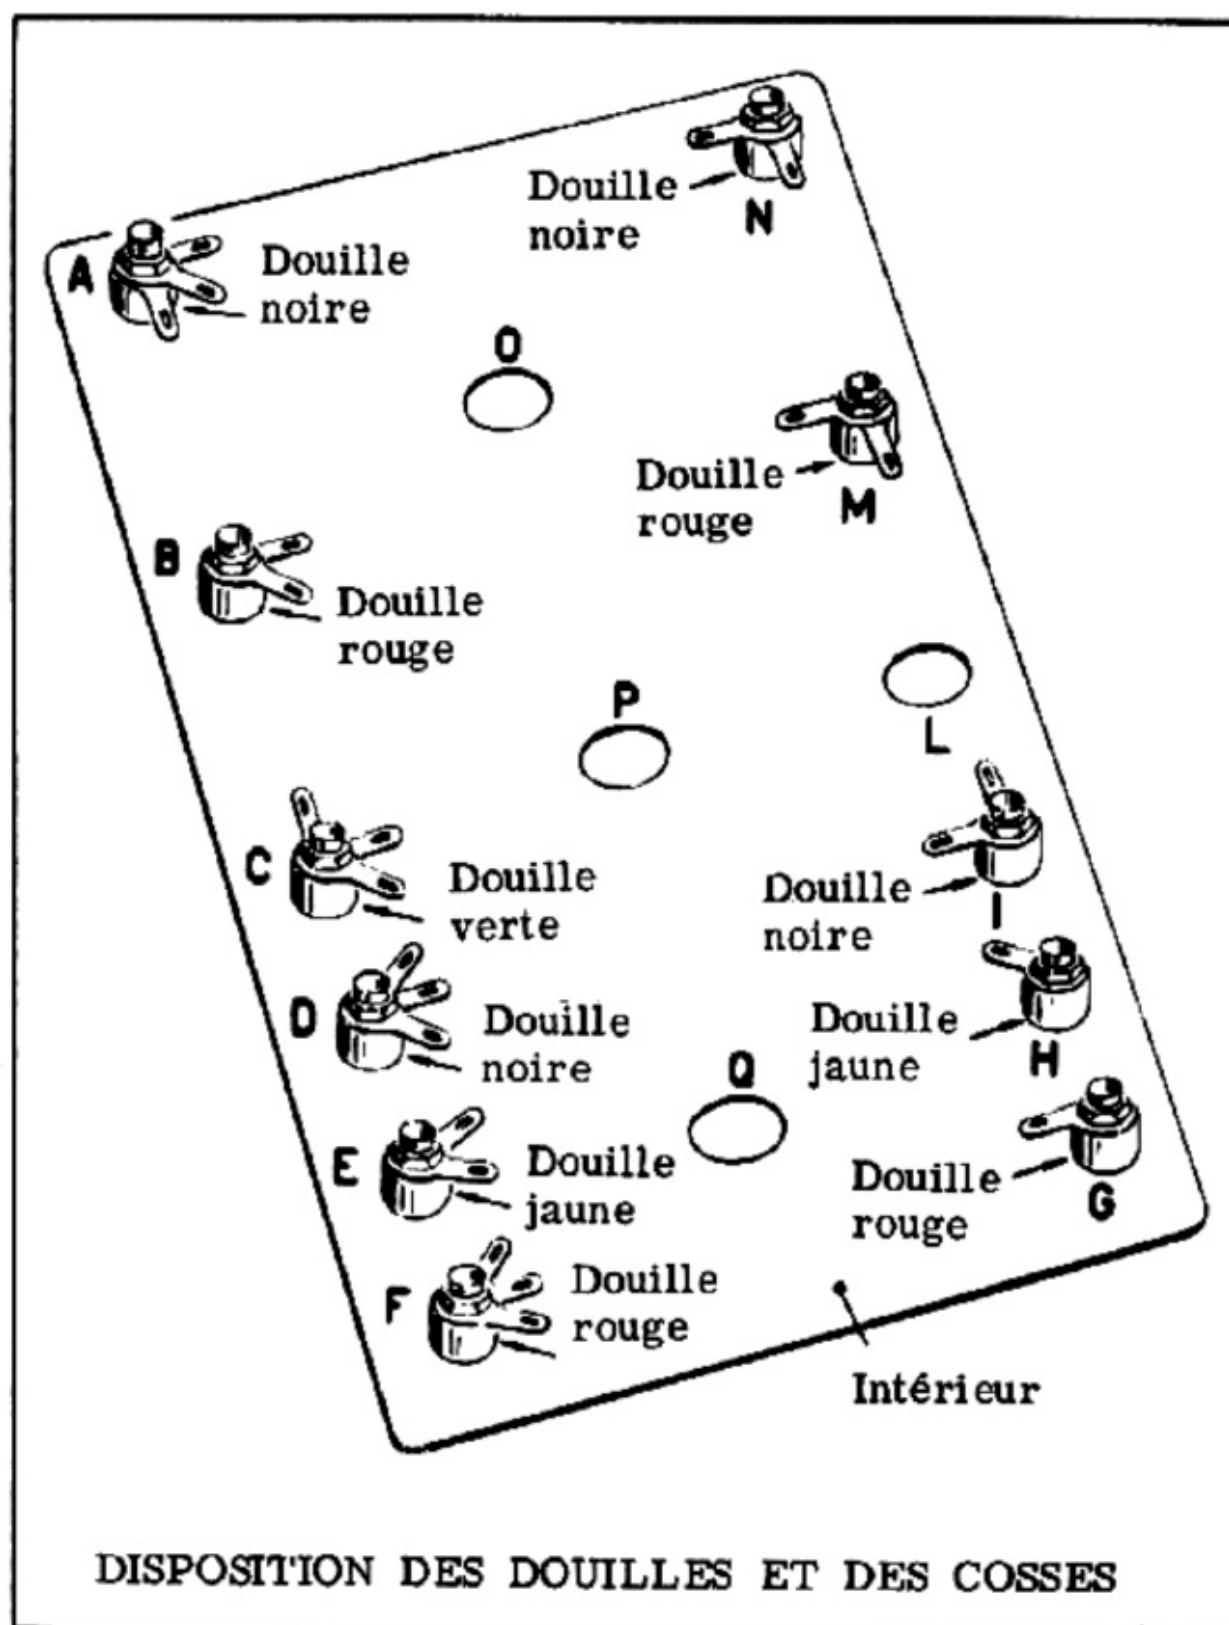

Figure 22
e) Fixez ensuite les autres douilles dans leurs ouvertures respectives, *en suivant rigoureusement l'ordre indiqué ci-après, et en plaçant toujours les cosses comme le montre la figure 22.*